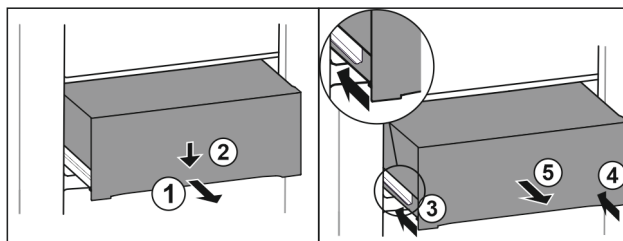

Fig. 112
- Húzza ki félig a fiókot. Fig. 112 (1)
- Nyomja le a fiók elülső oldalát. Fig. 112 (2)
- Tolja be a bal oldali sínt körülbelül 2 cm mértékben. Fig. 112 (3)
- Tolja be a jobb oldali sínt körülbelül 2 cm mértékben. Fig. 112 (4)
- Vegye ki a fiókot előre felé. Fig. 112 (5)